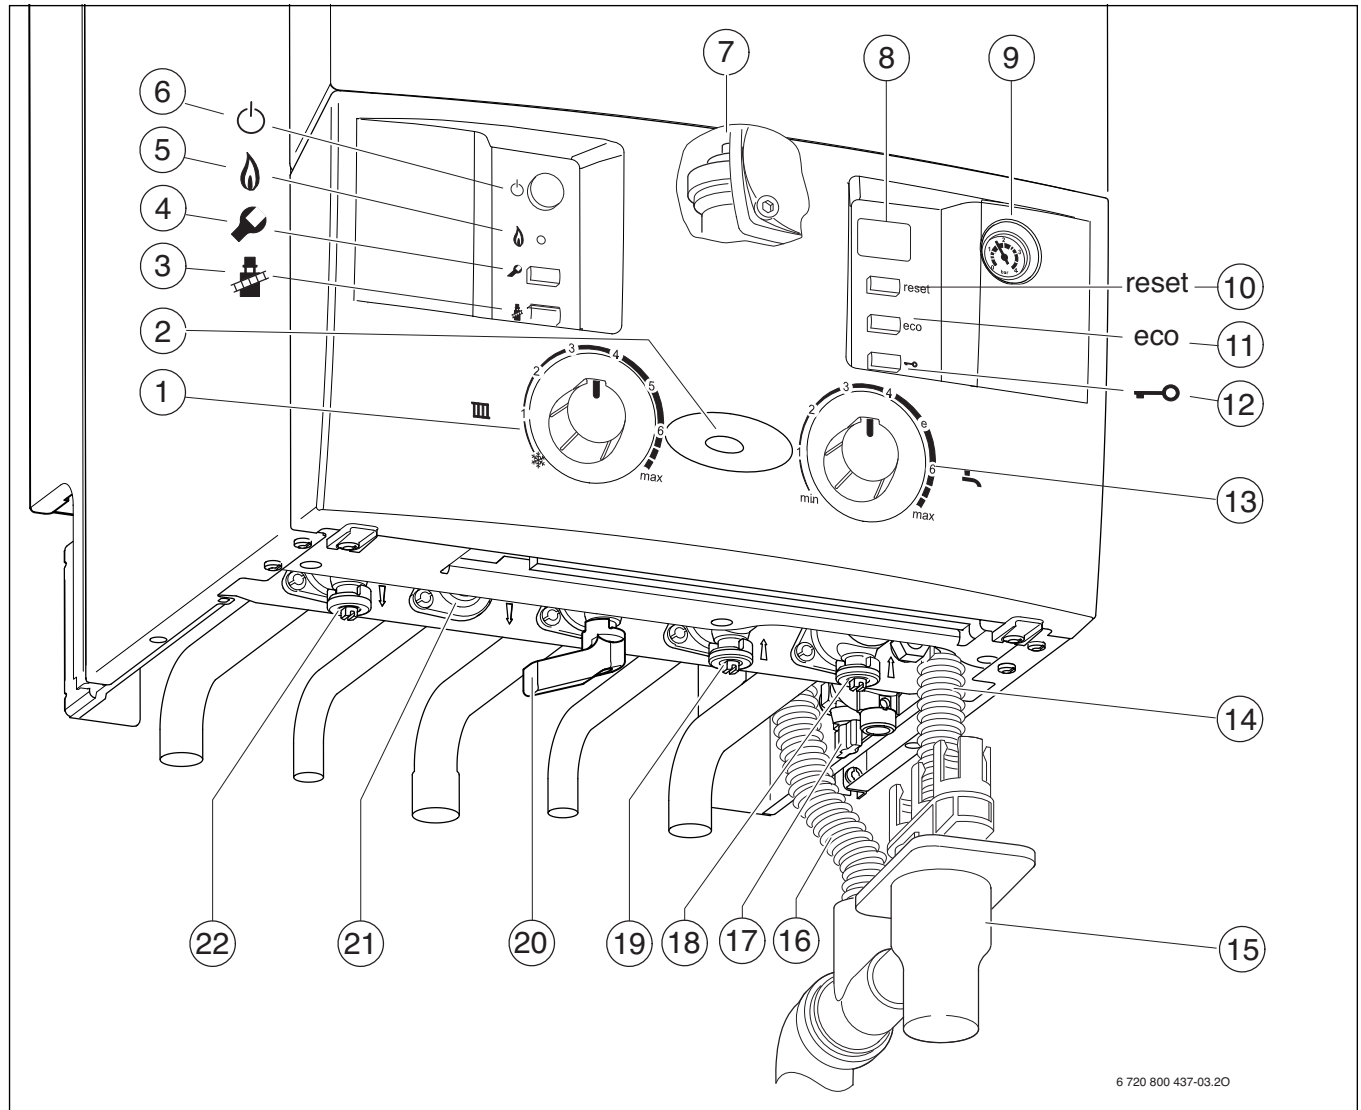

Fig. 46
- ▶ Ouvrir le robinet d'eau froide (→ fig 46, [19]).
- ▶ Ouvrir le robinet de départ du chauffage et le robinet de retour du chauffage (→ fig 46, [18] et [22]), remplir l'installation de chauffage à une pression comprise entre 1 et 2 bars et fermer le robinet de remplissage.
- ▶ Ouvrir le robinet de gaz (→ fig 46, [20]).
- ▶ Ouvrir le purgeur automatique (→ fig. 46, [7], page 30).